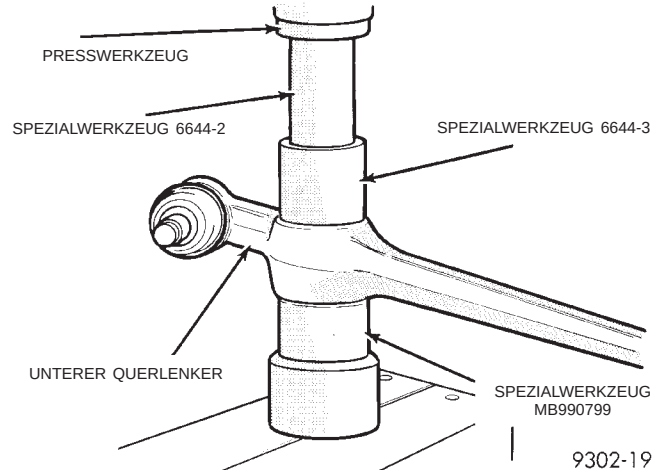

Abb. 76 Gummilager der Zugstrebe in den unteren Querlenker einbauen
(1) Das neue Gummilager der Zugstrebe, den unteren Querlenker und das Einbauwerkzeug, Spezialwerkzeug 6644-3, mit Mopar®-Silikonspray oder einem gleichwertigen Gleitmittel sorgfältig schmieren.
(2) Das Gummilager von Hand in das große Ende des Einbauwerkzeugs, Spezialwerkzeug 6644-3, montieren. Das Lager so weit in das Werkzeug eindringen, wie es von Hand möglich ist.
(3) Den unteren Querlenker in die Presse einbauen, so dass die Bohrung für das Gummilager über dem Aufnehmer, Spezialwerkzeug MB-990799, zentriert ist (Abb. 76). Einbauwerkzeug 6644-3 mit dem zuvor montierten Gummilager in die Bohrung im unteren Querlenker einsetzen (Abb. 76). Einbauwerkzeug 6644-2 oben auf das Gummilager der Zugstrebe
montieren (Abb. 76). Mit der Presse das Gummilager in den unteren Querlenker einpressen. Während des Einpressvorgangs ist ein Poplaut zu hören. Sobald dieser Laut auftritt, hebt sich das Einbauwerkzeug 6644-3 vom Querlenker leicht nach oben ab. Nun den Querlenker aus der Presse ausbauen und Einbauwerkzeug 6644-3 vom Gummilager im Querlenker abbauen. Das Gummilager ist nun korrekt eingebaut.